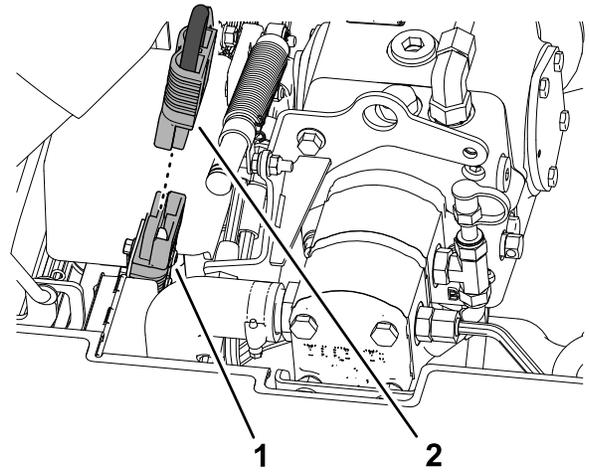

Figura 5
2. Desligar a bateria do sistema de 48 V CC - desligar o jumper de desligação da bateria (Figura 5)